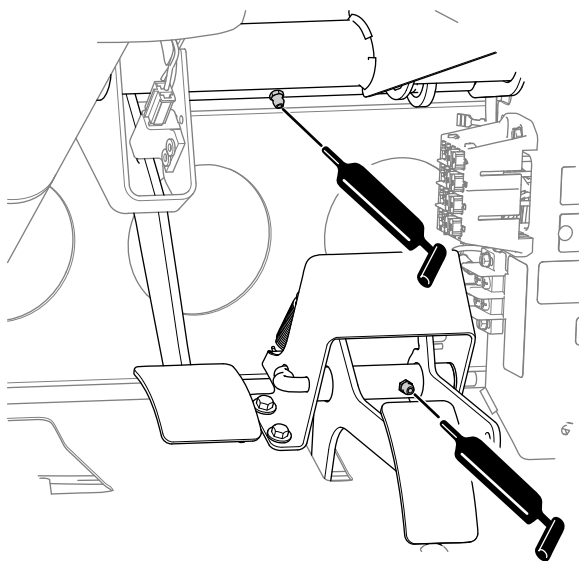

図 38
- ブレーキ (1ヶ所); 図 38を参照
- スロットル (1ヶ所); 図 38を参照